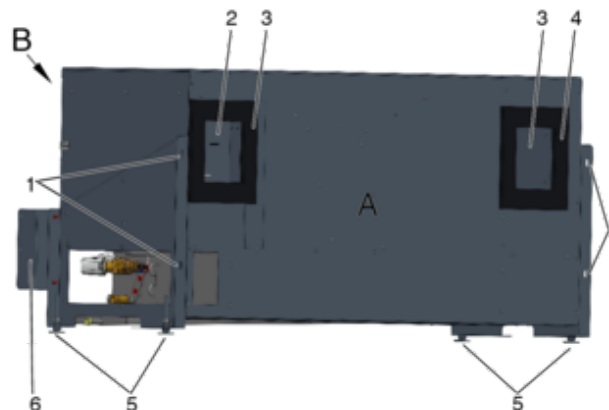

Abb. 4: Geräteaufstellung
1. ▶ Lüftungsgerät mit der Fassadenseite (Abb. 4 /A) an die Fassade stellen. Die Luftöffnungen (Abb. 4 /2 und Abb. 4 /4) müssen dabei mit den Öffnungen in der Fassade übereinstimmen, ggf. mit Justierfüßen justieren.
2. ▶ Das Lüftungsgerät mit geeigneten Schrauben (Ø 6 mm) an den Befestigungslöchern (Abb. 4 /1) und mit der Fassade verschrauben.
3. ▶ Justierfüße (Abb. 4 /5) justieren und kontern.
4. ▶ Lüftungsgerät mit der optionalen Geräteverkleidung oder durch kundenseitige Verkleidung schützen. Dazu die Geräteverkleidung an den beiden Befestigungswinkeln (Abb. 4 /6) anbringen.